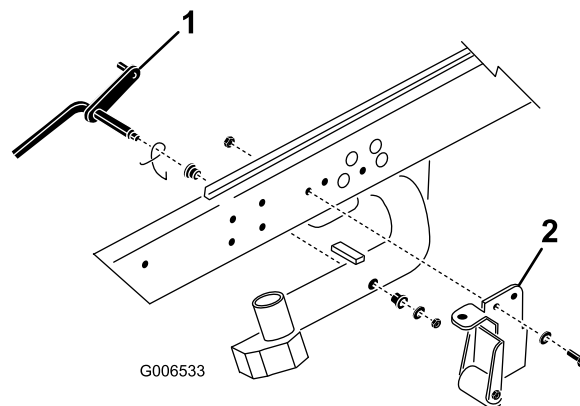

Figure 9
1. Enlevez le contre-écrou et la rondelle qui fixent la tige de pivot au bras de relevage N° 2 (Figure 9). Enlevez la tige de pivot et le ressort du bras de relevage. Répétez la procédure pour les bras de relevage N° 1 et 3.
nécessaires pour utiliser les plateaux de coupe DPA (Figure 9). Ils peuvent être déposés au besoin.